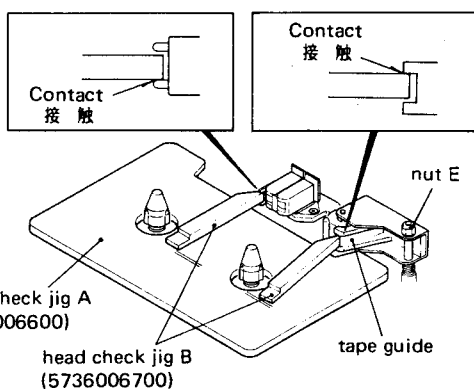

Fig. 4-4
2. Fig. 4-4 のように録・再ヘッドのテープ・ガイドに治具 B を当て、Fig. 4-6 のネジ (A) で高さを調整する。